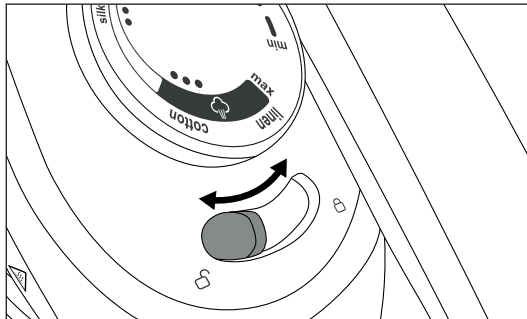

Fig. 14
- ◆ Înainte de transportarea aparatului, împingeți comutatorul de blocare **4** de la fierul de călcat în direcția simbolului de lacăt închis  (a se vedea fig. 14). Fierul de călcat este ferm blocat pe suprafața de așezare **6** și nu poate cădea.
- ◆ Împingeți comutatorul de blocare **4** în direcția simbolului de lacăt deschis  pentru a desface blocajul (a se vedea fig. 14).